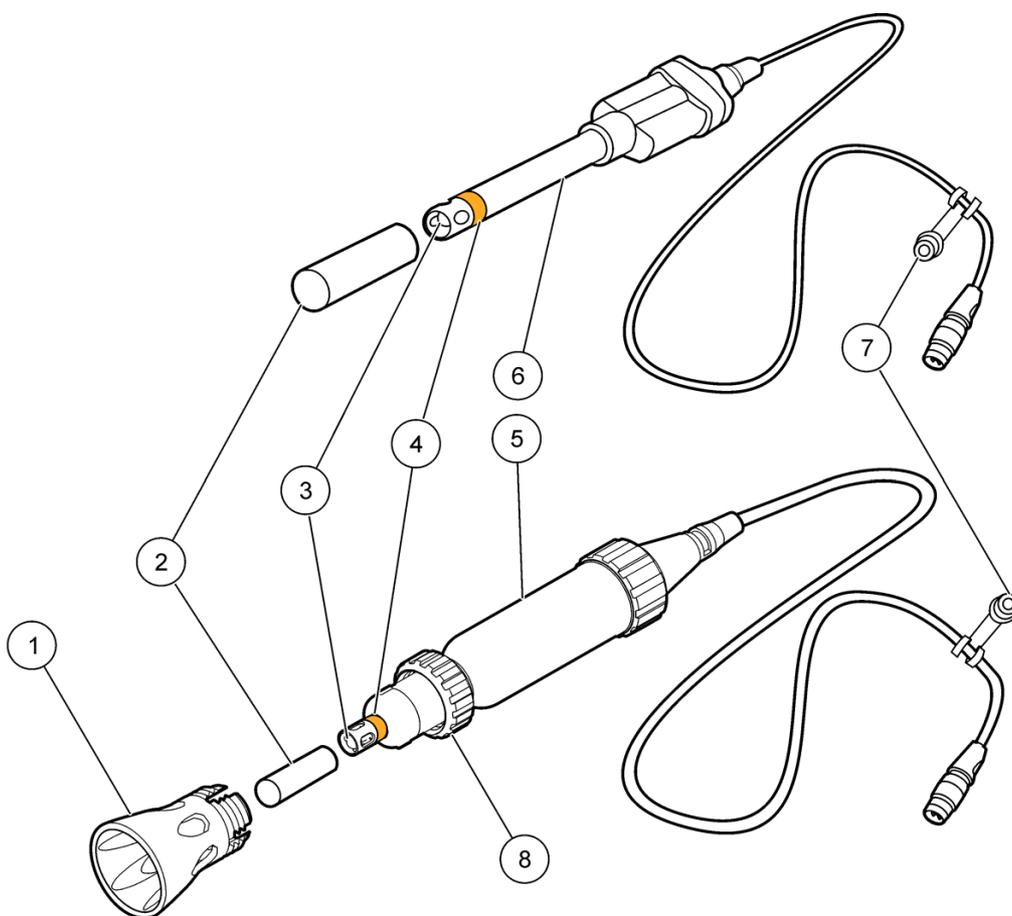

Figure 1 Vue générale de l'électrode
L'électrode série PHC101 est une électrode de pH combinée à électrolyte gel sans remplissage avec capteur de température intégré (Figure 1 à la page 2). L'électrode PHC10105, PHC10110, PHC10115 ou PHC10130 est disponible avec un câble de 5, 10, 15 ou 30 mètres. L'électrode PHC10101 ou PHC10103 est disponible avec un câble de 1 ou 3 mètres et destinée à une utilisation en laboratoire. L'électrode assure des mesures de pH dans les eaux usées, eau de boisson et applications générales.
2. Retirer le ruban adhésif de la jonction de référence et l'étiquette du corps de l'électrode. Référez-vous à Figure 1.